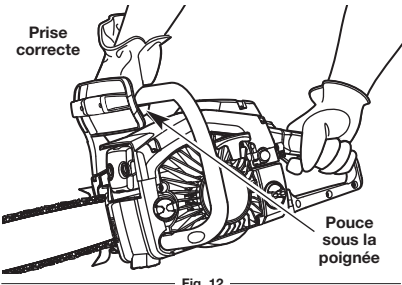
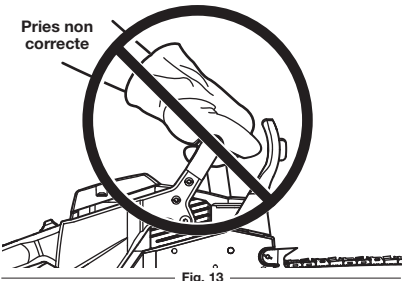

Fig. 12
Fig. 13
- Tenez toujours fermement la tronçonneuse lorsque le moteur tourne. Les doigts doivent encercler la poignée avec le pouce calé en dessous de la poignée (Fig. 12). Ces prises sont les moins susceptibles de vous faire lâcher les poignées en cas de rebond ou d'une autre réaction soudaine de la tronçonneuse. Toute prise avec les doigts et le pouce du même côté de la poignée est dangereuse car un léger coup de l'appareil peut vous faire perdre le contrôle (Fig. 13).